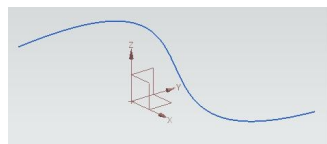

Рис.12
- Самым простым примером получения тела заметания является получение трубы постоянного сечения. Предварительно нужно построить кривую направляющего контура (рис.12).